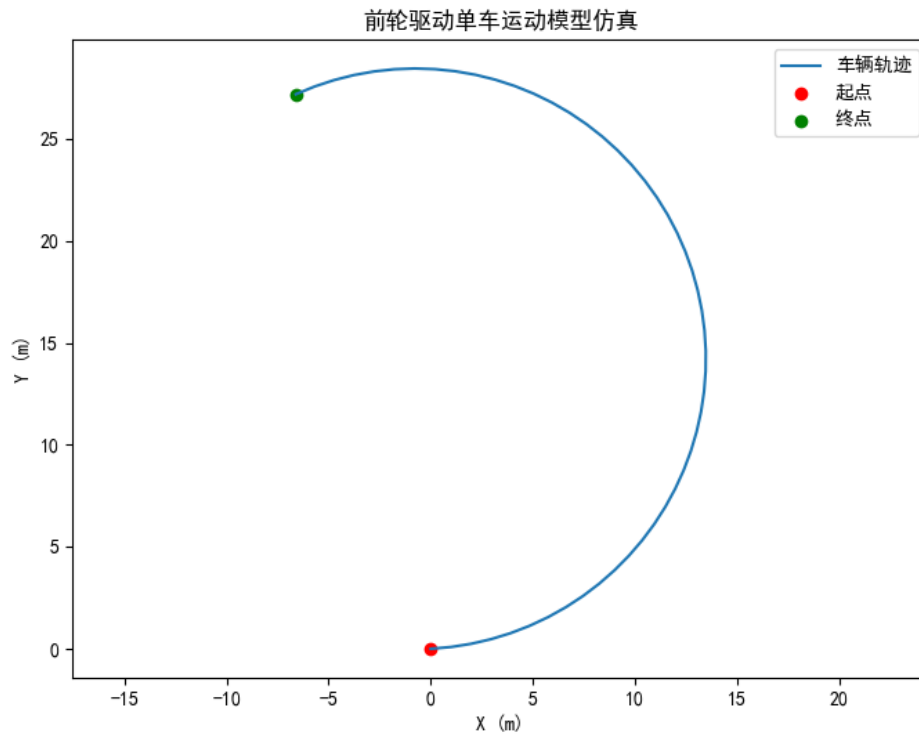
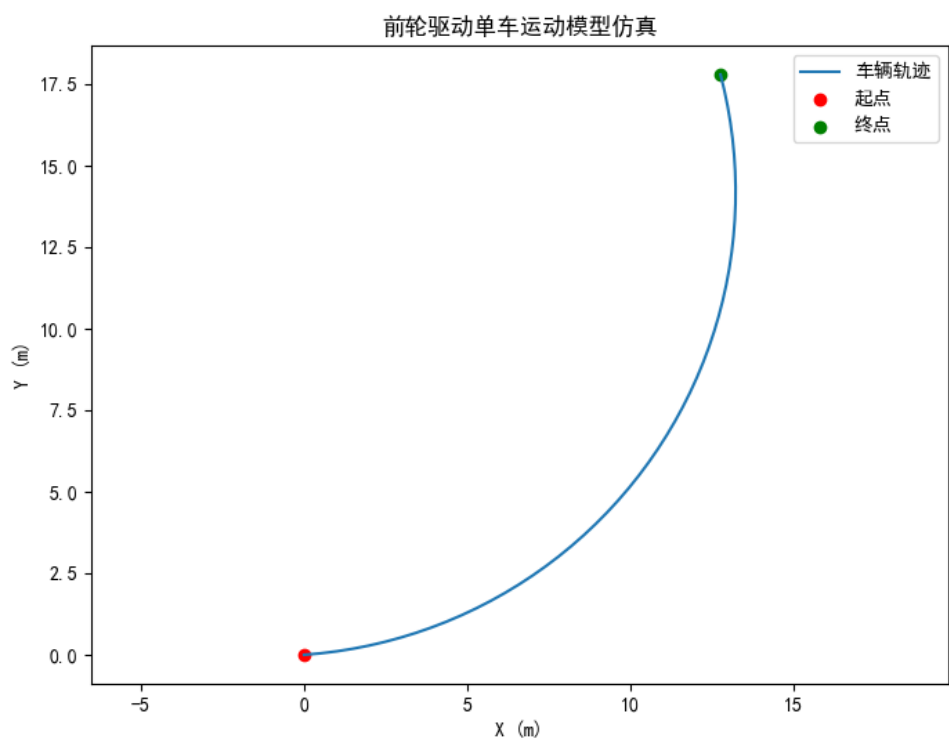

图 3：速度为 10m/s，前轮偏角为 10 度车辆轨迹
图 4：速度为 5m/s，前轮偏角为 10 度车辆轨迹
使用本节构建的模型得到的前轮驱动单车运动模型的路径仿真如图 3、
4、5 所示。其中假设前半轴距与后半轴距相等，均为 1.25。其中，图 3 为速度为 10m/s，前轮偏角 δ_f 为 10 度的情况；图 4 为速度为 5m/s，前轮偏角 δ_f 为 10 度的情况；图 4 为速度为 10m/s，前轮偏角 δ_f 为 20 度的情况。